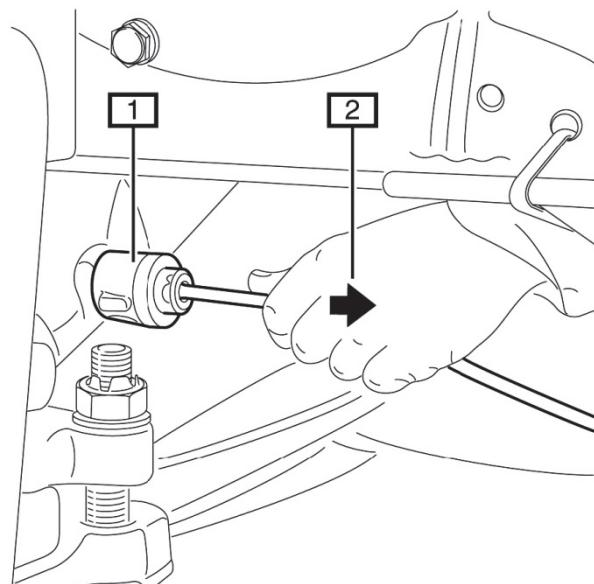

Fig. 6:
- **Fig. 6** Das PA Luftröhr in das Proportionalventil (1) des SACHS PDC Stoßdämpfers fest einstecken.
- **Fig. 6** Stick the PA air pipe firmly into the proportional valve (1) of the SACHS PDC shock absorber.
- **Fig. 6** Insérer solidement le tuyau d'aérage en PA sur la soupape proportionnelle (1) de l'amortisseur SACHS PDC.
- **Fig. 6** Insertar fijamente el tubo de aire PA en la válvula proporcional (1) del amortiguador PDC de SACHS.